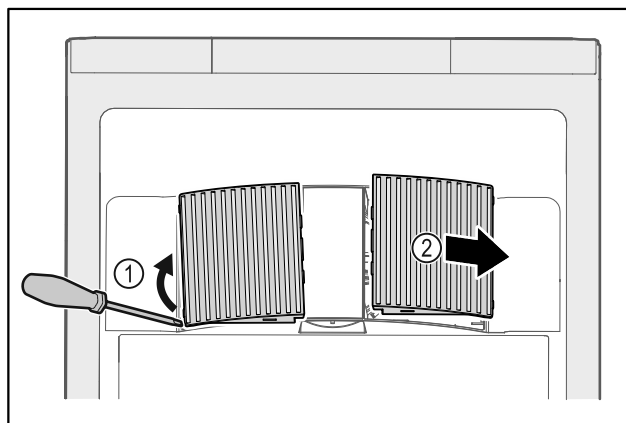

Fig. 236
- ▶ Осторожно подденьте крышки вентилятора сбоку Fig. 236 (1) и снимите их движением вперед Fig. 236 (2).